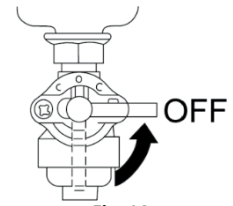

Fig. 14
**- Arrêt normal (Fig. 14)**
3. Tournez le levier du robinet de carburant en position "OFF". (Fig. 14)